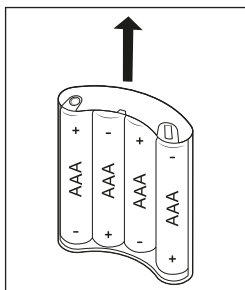

Fig. 3
6. Insérez à nouveau le support de piles 15 dans le compartiment de piles 14. Veillez à insérer le support de piles 15 avec les contacts en premier dans le compartiment à piles 14 (voir fig. 3 et 4).